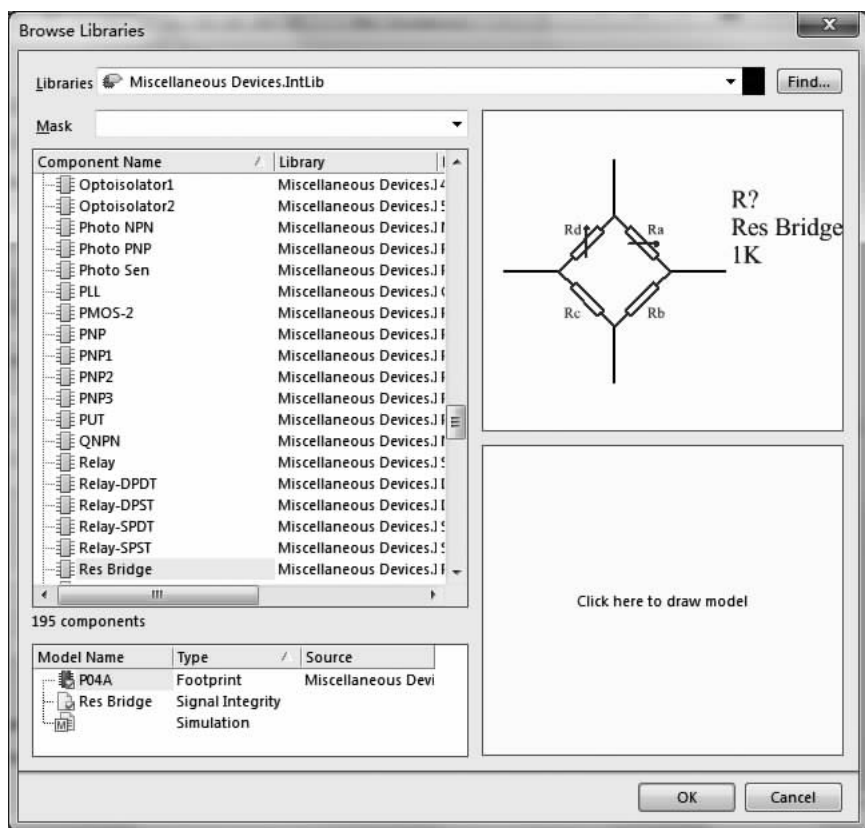

图 2-42 “Browse Libraries”对话框
(1)“Design Item ID”编辑框:用于设置元件在集成元件库中的名称。单击右侧的“Choose”按钮,弹出如图 2-42 所示的“Browse Libraries”对话框,可以在其中选择元件。